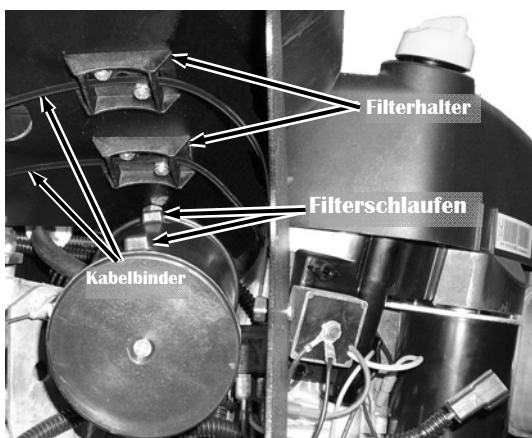

Abbildung 42
10. Schieben Sie die Kabelbinder durch die Schlitz in die Halter des Filters unter der Kraftstofftankhalterung (**Abbildung 42**).